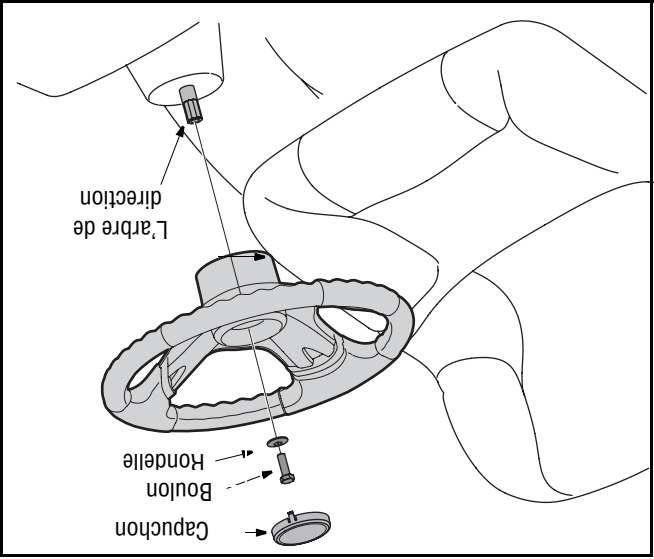

Figure 1
- 3. Placez la rondelle, côté creux vers le dessous, sur l'arbre de direction. Voir la Figure 1.